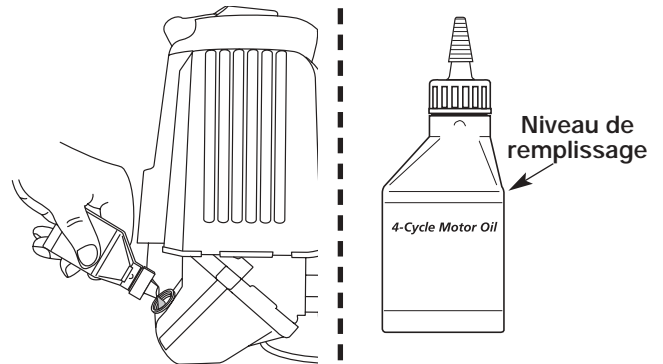

Figure 43
**REMARQUE :** *Mesurez la quantité nécessaire à l'aide de la bouteille et de la buse utilisées lors de la mise en service. 100 ml (3,4 oz) correspond environ au haut de l'étiquette de la bouteille. Vérifiez le niveau d'huile avec la jauge. S'il est trop bas, ajoutez un peu d'huile par l'orifice et revérifiez. Ne remplissez pas trop (Fig. 43).*